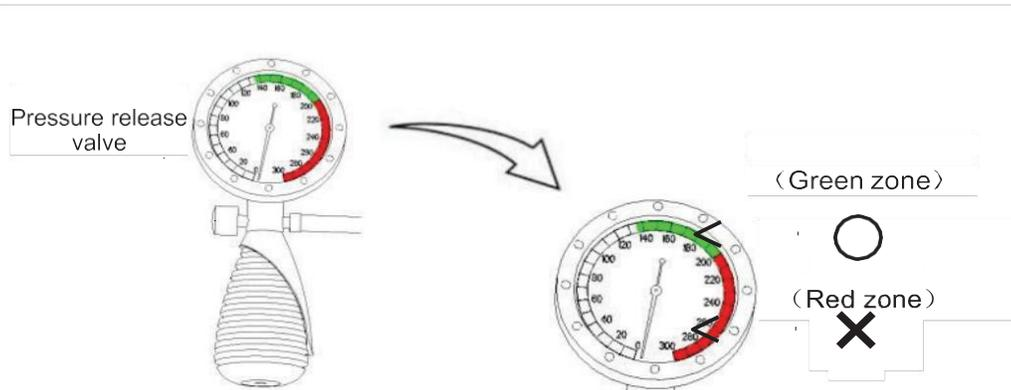

Fig 7.6
immergés. (comme indiqué à la figure 7.6). L'immersion d'autres composants du testeur de fuites pourrait les endommager.
- La pression ne doit pas dépasser 200 mmHg. Si la pression augmente trop, l'endoscope risquerait d'être endommagé. Appuyez sur la soupape de décompression pour évacuer l'air (comme indiqué à la figure 7.6).